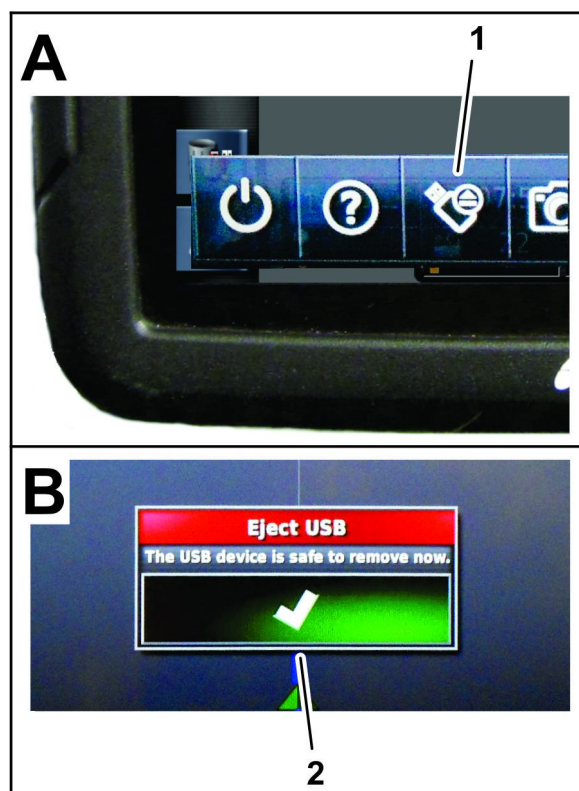

Figura 33
8. Deslize o ecrã para aceder à barra do menu flutuante (Figura 33).
9. Pressione o ícone EJETAR USB (Figura 33).
10. Na caixa de diálogo “ejetar USB”, pressione o ícone confirmar e remova o dispositivo de armazenamento USB da consola (Figura 33).